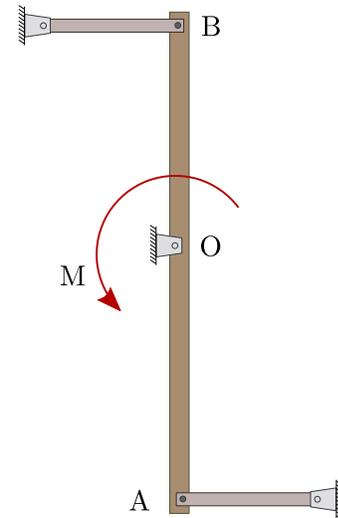

Figura 1: Problema 1
Problema 1.-(2.0 Pts) La Figura 1 muestra una viga rígida \overline{AB} que pivotea en O y se sostiene además por dos barras, éstas se ubican en cada uno los extremos. Las distancias \overline{AO} y \overline{OB} son $2,5\text{ m}$ y 3 m respectivamente. Las uniones se consiguen mediante pasadores rígidos. Por condiciones de diseño el sistema debe soportar un torque $M = 125\text{ kN} \cdot \text{m}$. Se dispone de dos barras de materiales distintos, sus propiedades se muestran en la Cuadro 1 y corresponden al módulo de Young (E), la sección transversal (A), la longitud (L) y el esfuerzo admisible (σ_{adm}). Como ingeniero a cargo, se le ha pedido evaluar los siguientes escenarios: